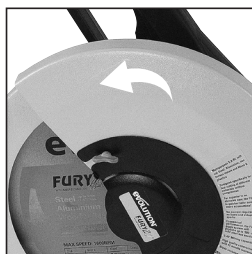

FIG. 5
- Installez la lame dans l'embase intérieure et le mandrin, en vous assurant que la flèche de direction indiquée sur la lame est la même que celle présente sur la protection supérieure de la lame. **(Fig. 5)**